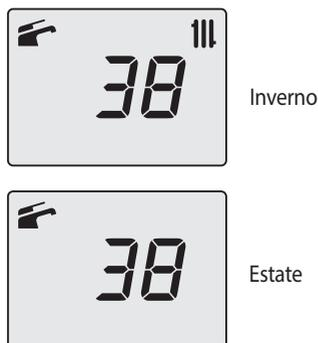

Figura 9.14
- Premendo il tasto 13 (Figura 9.8) si esce dalla "modalità spazzacamino" e si ritorna allo stato di caldaia precedentemente impostato (Figura 9.14).